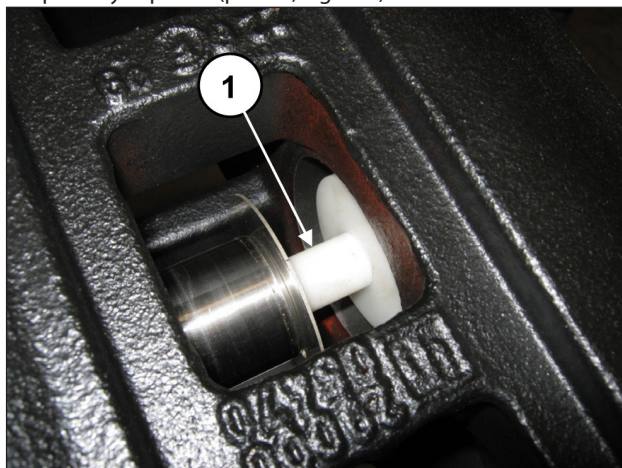

Fig. 174
Introducir la herramienta tampón (cód. 27632500 entre la guía del pistón y el pistón (pos. ①, Fig. 174).